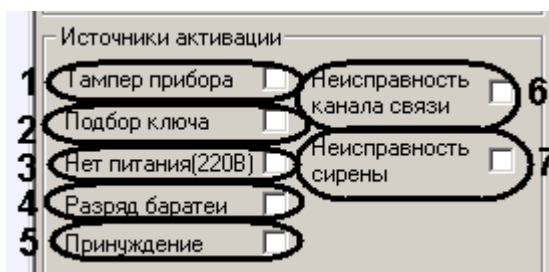

Рис. 3.7—6 Параметры группы Источники активации
8. Задать параметры группы **Источники активации** (Рис. 3.7—6).
- при регистрации вскрытия корпусов и/или нарушения тамперных шлейфов дополнительных модулей (ВПУ-А-16, ВПУ-А-16С, АР-16, АМС-8) (см. Рис. 3.7—6, 1).